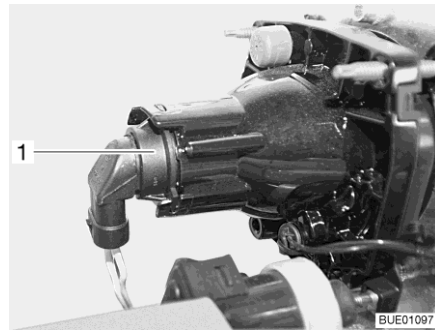

Fig. 287 Faro anabbagliante/abbagliante/luce di posizione
- Afferrare dietro il supporto lampada (Fig. 287,1).